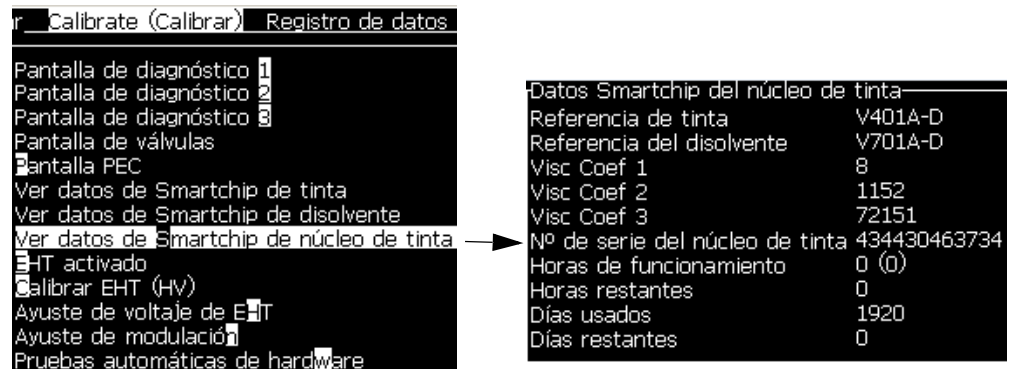

Figura 4-17. Ver datos de Smartchip de núcleo de tinta
- 1 Seleccione *Ver datos de Smartchip de núcleo de tinta* en el menú *Calibrar* (Figura 4-17) para ver las horas de funcionamiento, los días de uso y los días restantes del núcleo de tinta. Las horas de funcionamiento del núcleo de tinta se restablecen solamente después del cambio del núcleo de tinta.